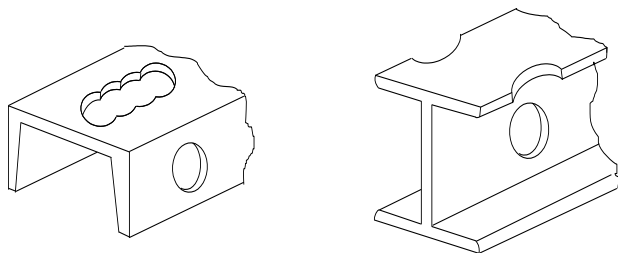

Рис.4 Отверстия, выполняемые кольцевой фрезой
Кольцевые фрезы служат исключительно для выполнения сквозных отверстий. Внутри кольцевой фрезы (см. рис. 3) находится пилот (5). Он обеспечивает легкую установку оси сверления. Во время работы, по мере углубления фрезы в материал, пилот утапливается внутрь патрона, сжимая пружину (4). Пружина служит для выталкивания высверленного материала по окончании операции. На рис. 4 представлены возможные виды выполняемых отверстий.